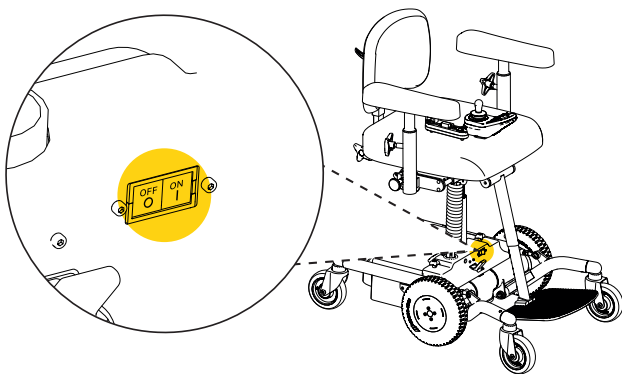

Figure 3.4. Coupe-circuit automatique
- Pour un stockage plus long, déconnecter la batterie. Cela se fait à l'aide du coupe-circuit automatique (voir figure 3.4). Appuyer sur OFF pour déconnecter les batteries. Quand la batterie est désaccouplée, elle doit être rechargée tous les 4 mois pour maintenir sa fonction. Avant la recharge et lorsque le produit doit être remis en service, le coupe-circuit automatique doit être réinitialisé : appuyer sur ON. Après la déconnexion du coupe-circuit automatique, le boîtier de commande doit être redémarré deux fois pour réinitialiser les fonctions du produit. Recharger complètement les batteries avant utilisation (voir 2.3. Recharge.
- Lors du transport, la batterie doit être déconnectée. Cela se fait à l'aide du coupe-circuit automatique (voir figure 3.4). Appuyer sur OFF pour déconnecter les batteries. Pour réinitialiser le coupe-circuit automatique, appuyer sur ON. Après la déconnexion du coupe-circuit automatique, le boîtier de commande doit être redémarré deux fois pour réinitialiser les fonctions du produit.